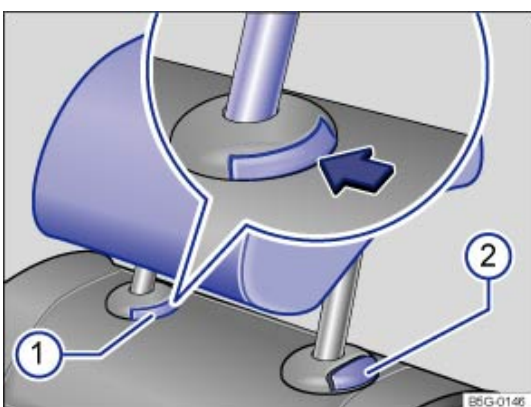
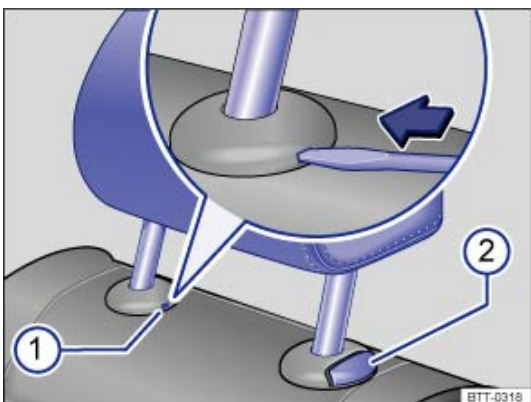

Fig. 49 Dépose de l'appuie-tête arrière (variante A)
Fig. 50 Dépose de l'appuie-tête arrière (variante B)
- Appuyez sur la touche → Fig. 49 du guide d'appuie-tête.
- Appuyez en même temps sur la touche ② pendant qu'une deuxième personne retire complètement l'appuie-tête.
- Si nécessaire, introduisez le panneton dégagé de la clé du véhicule ou la lame plate du tournevis compris dans l'outillage de bord dans la fente du cache → Fig. 50 .
- Abaissez l'appuie-tête en appuyant sur la touche → *Fig. 49* ou → *Fig. 50* .